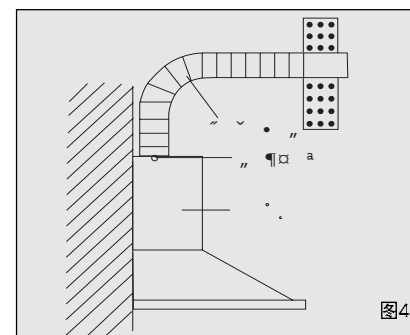

图 4
2. 将两件装饰板放置于主机风口处，注意下部装饰板外形与主机顶部周边相吻合，根据实际情况确定上装饰板的高度并固定装饰支架后，用 ST6x6 的螺钉将装饰板紧固在装饰支架上（图 4）。
3. 将万向风管按图 4 所示引出室外或其它地方。